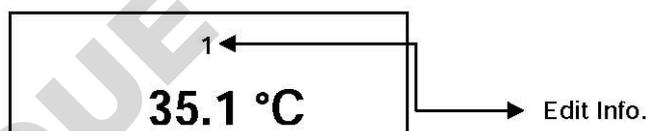

Fig. 2 Display durante l'impostazione
- 2 Premere il pulsante "**set**" per accedere alla modalità di modifica e le informazioni di modifica verranno mostrate come in Fig. 2. Utilizzare ▲ o ▼ per impostare il valore e successivamente premere il pulsante "**set**" per accedere al livello successivo, ad esempio l'impostazione del timer.